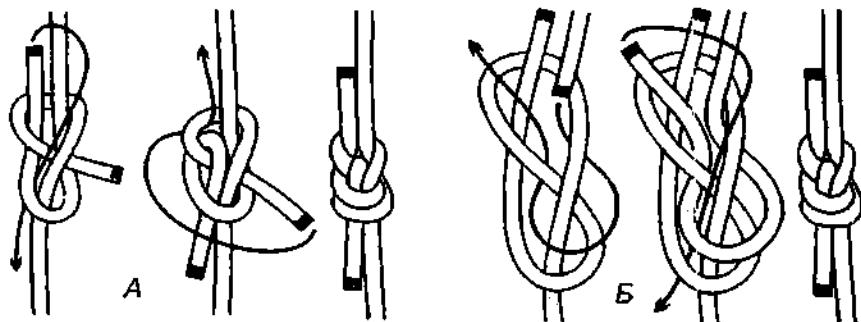

Рис. 925. А – завязывание спасательного узла из диагонального шкотового узла (строительного узла); Б – завязывание спасательного узла из восьмёрки.
**Спасательный узел** вяжется из *строительного узла* или из *восьмёрки* (рис. 925). Узел не ослабляет трос, держит на мягкой и жёсткой верёвке, хорошо переносит переменную нагрузку. После завязывания узел необходимо расправить и хорошо затянуть. Ходовые концы у *спасательного узла* смотрят в одну сторону, как у *прямого шкотового узла*. После использования *спасательный узел* легко развязывается.